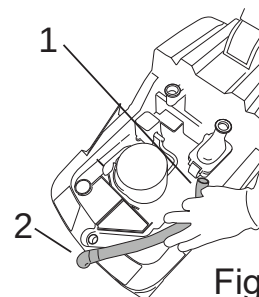

Fig.31
- Débrancher le tuyau de la soupape d'étranglement (Fig. 31 - Rep. 1) et du suceur avant (Fig. 31- Rep. 2).